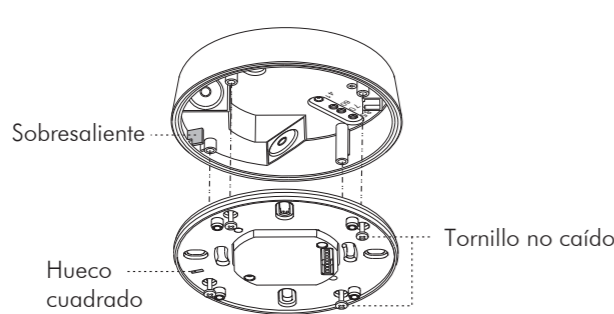

FIG.16
3.4.3.5 Consulte los diagramas de cableado para ver la conexión de cableado correcta (Ver FIG.5). Hay un hueco cuadrado en la placa de fijación, cuando coloque la placa de fijación en la caja de conexiones, ajuste el filtro a la protuberancia de la caja de conexiones (Ver FIG. 16), luego fije el cabezal del detector sobre la caja de fuente de alimentación siguiendo FIG.6 y móntelos con los 4 tornillos atornillados adjuntos.